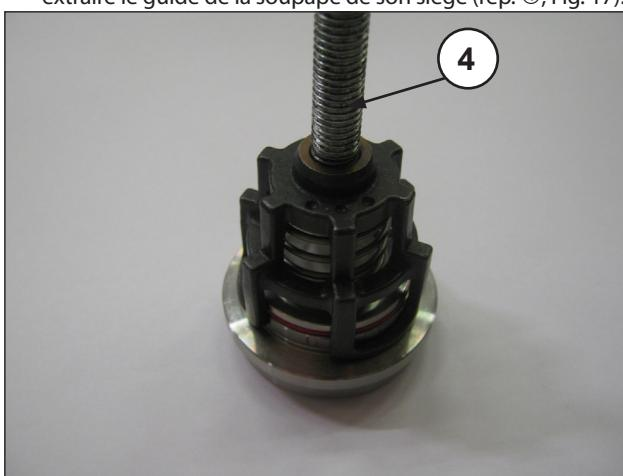

Fig. 17
- Démonter les groupes de la soupape d'aspiration et de refoulement en vissant une vis M10 suffisamment longue, de sorte à pouvoir agir sur le plateau des soupapes et à extraire le guide de la soupape de son siège (rep. ④, Fig. 17).